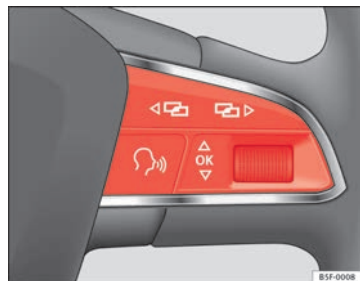

Fig. 41 Lado derecho del volante multifunción: teclas para utilizar los menús del cuadro de instrumentos.
- En caso de que se muestre un mensaje o el pictograma del vehículo, pulse la tecla ⇒ fig. 40 ① de la palanca del limpiaparabrisas o la tecla **OK** del volante multifunción ⇒ fig. 41.
- Si se maneja mediante el volante multifunción: no aparecerá la lista del menú principal. Para pasar por cada punto del menú principal, pulse la tecla **◀▶** o **◀▶** varias veces ⇒ fig. 41.
- Pulse la tecla basculante ⇒ fig. 40 ② de la palanca del limpiaparabrisas hacia arriba o hacia abajo o gire la ruedecilla del volante multifunción ⇒ fig. 41 hasta que aparezca marcada la opción del menú deseada.
- Para consultar la opción del submenú, pulse la tecla ⇒ fig. 40 ① de la palanca del limpiaparabrisas o la tecla **OK** del volante multifunción ⇒ fig. 41.
- Marque o confirme la selección con la tecla ⇒ fig. 40 ① de la palanca del limpiaparabrisas o la tecla **OK** del volante multifunción ⇒ fig. 41. ■